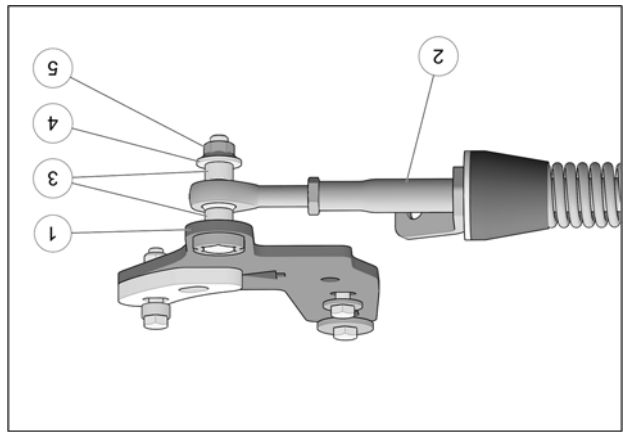

Fig. 11
11. Fixer le bras stabilisateur (2) au boulon déjà installé sur l'ancrage de suspension (1) à l'aide des espacers (3), de la rondelle (4) et de l'écrou autobloquant (5). Serrer à un couple de 70 N•m [52 lb•pi]. Voir la Fig. 11